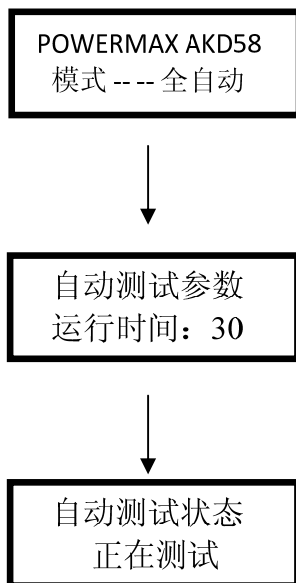

图 7
- 输入正确密码后，按 **S** 键进入机修参数设置，如图 7 所示。